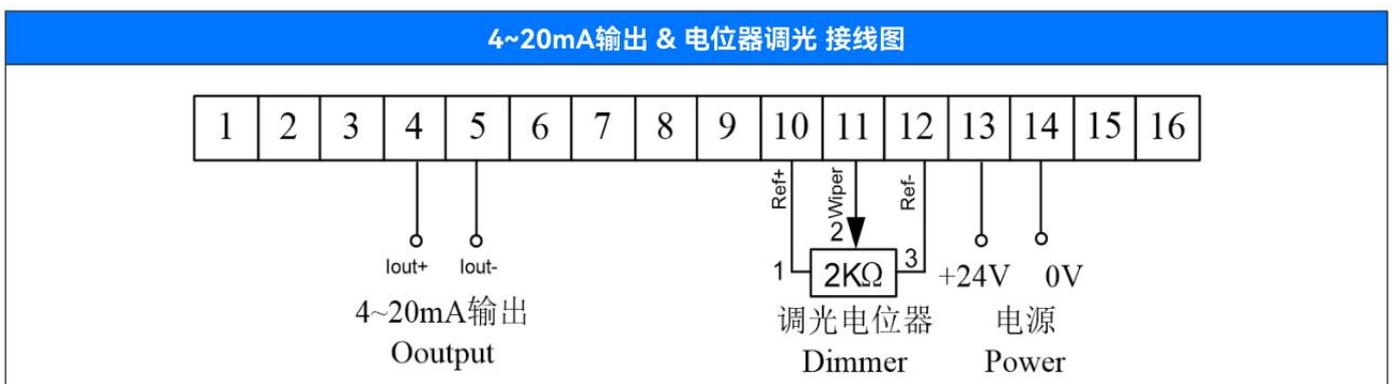

图2.6
6. 输出信号：手柄可以为控制系统提供多种可选的输出信号，包括电位器直接输出、4~20mA。电位器直接输出型的接线请参考图1.5，对应关系请参考图2.1。对于4~20mA输出的接线如图2.6所示。一般情况下输出信号对应关系为，刻度-100%对应4mA输出，刻度0对应12mA输出，刻度+100%对应20mA输出。